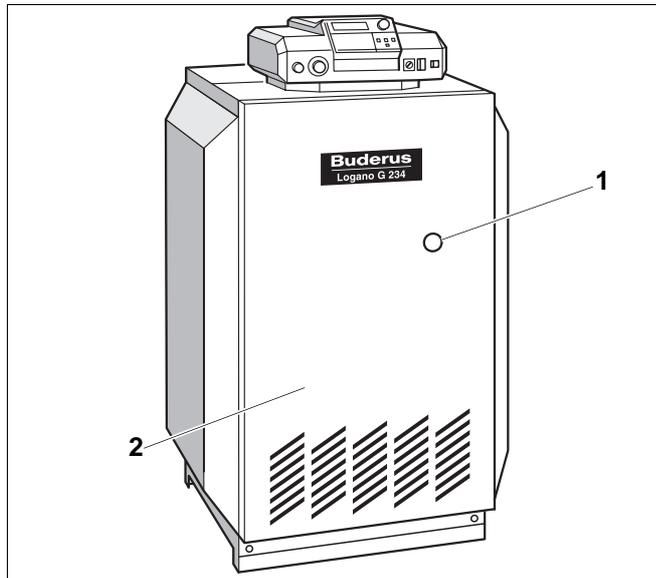

Abb. 51 Brennerstörungen beheben
Bei einer Brennerstörung leuchtet die Stör Lampe am Entstörtaster (Abb. 51, **Pos. 1**) des Heizkessels.
Sie können den Entstörtaster am Brenner durch die Bohrung (Abb. 51, **Pos. 1**) in der Kesselvorderwand (Abb. 51, **Pos. 2**) betätigen. Sie müssen die Kesselvorderwand nicht demontieren.
- Den Entstörtaster (Abb. 51, **Pos. 1**) des Brenners drücken.